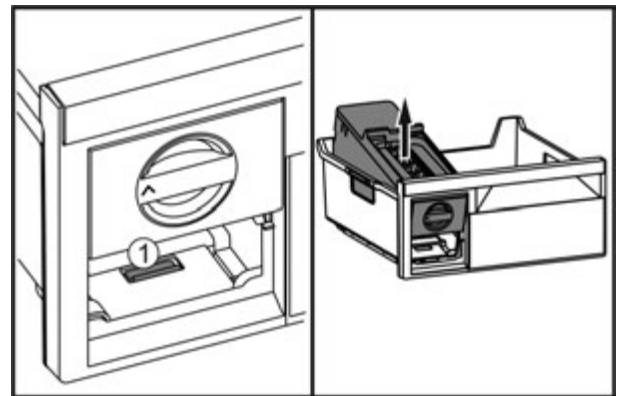

Fig. 36
- Натиснути на накладку Fig. 36 (1), EasyTwist-Ice підняти ззаду і витягнути з висувного ящика для заморожування.